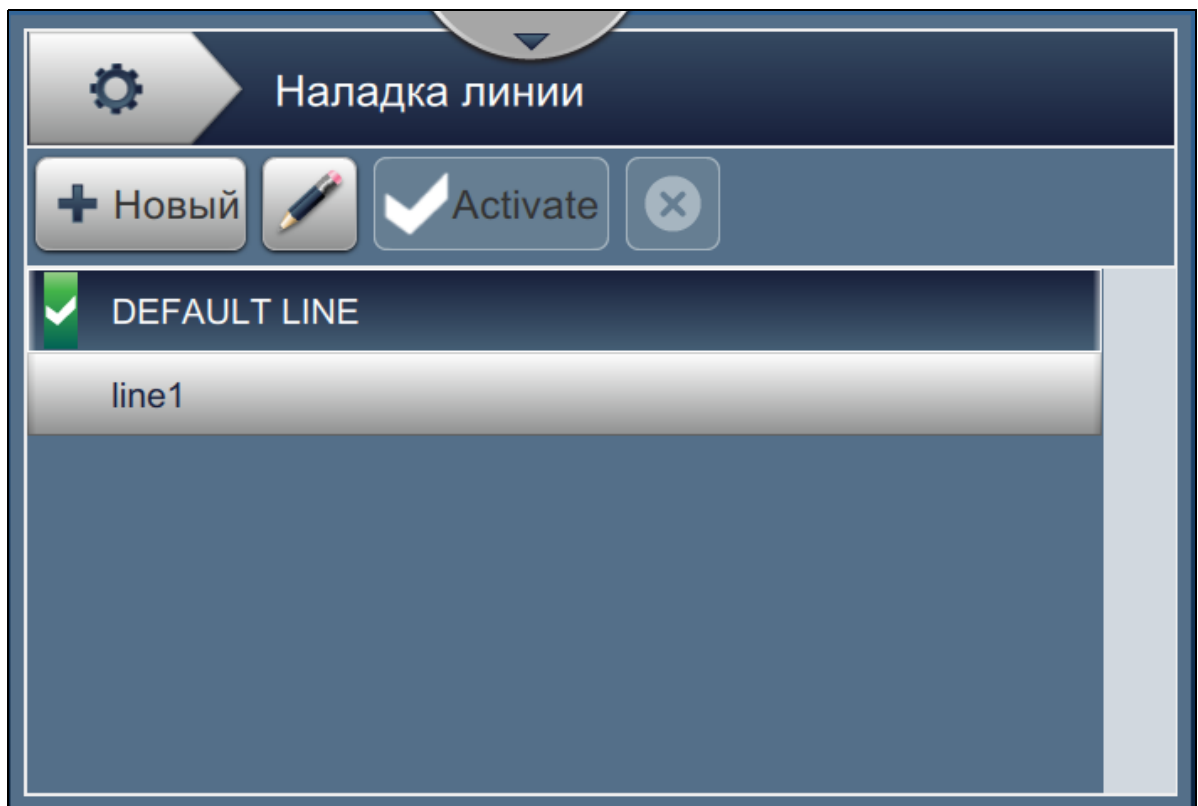

Рис. 6-5. Наладка линии
1. Нажмите кнопку  на экране «Инструменты». Откроется экран «Наладка линии», как показано на Рис. 6-5.